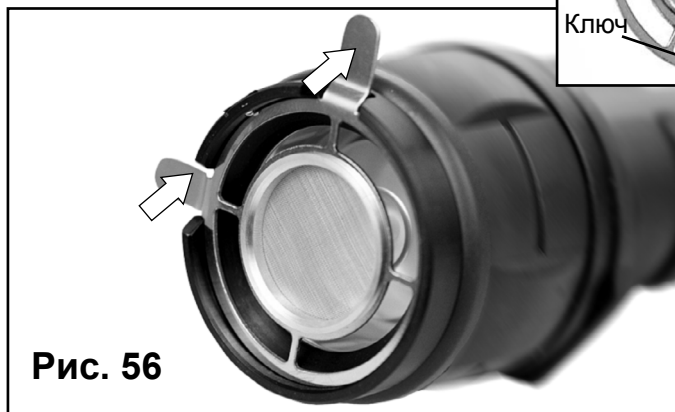

Рис. 56
2. Совместите «ключ» сетки-концентратора с пазом в рабочей зоне пробоотборного устройства (Рис. 54) и зафиксируйте её (Рис. 56).